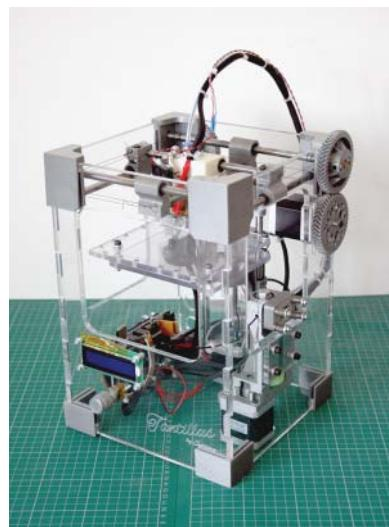

Abbildung 11.9: Der Tantillus 3D-Drucker
- ✓ **Tantillus:** Dieser 3D-Drucker wurde ursprünglich als vollständig ausdruckbare Maschine entworfen. Tantillus ist vergleichbar mit einem Mini-Ultimaker. Ursprüngliche Versionen, die nicht den lasergeschnittenen Rahmen verwendet haben, wiesen den höchsten Prozentsatz an gedruckten Komponenten in einem RepRap-Drucker auf. Die Kastenrahmen-Konstruktion war ursprünglich vollständig 3D-gedruckt. Dieses Design hatte einen der größten Anteile 3D-gedruckter Komponenten aller RepRap-Drucker. Eine weitere Version mit einem Plexiglasgehäuse wurde als einfacherer Bausatz entworfen und vom Entwickler Sublime in einer Crowdfunding-Kampagne erfolgreich veröffentlicht. Eine seiner einzigartigen Funktionen ist die Verwendung einer sehr starken Angelschnur anstelle von Riemen, um die X- und Y-Bewegung zu realisieren, woraus sich eine sehr schnell bewegende Maschine mit hochqualitativen Drucken ergibt (siehe Abbildung 11.9).